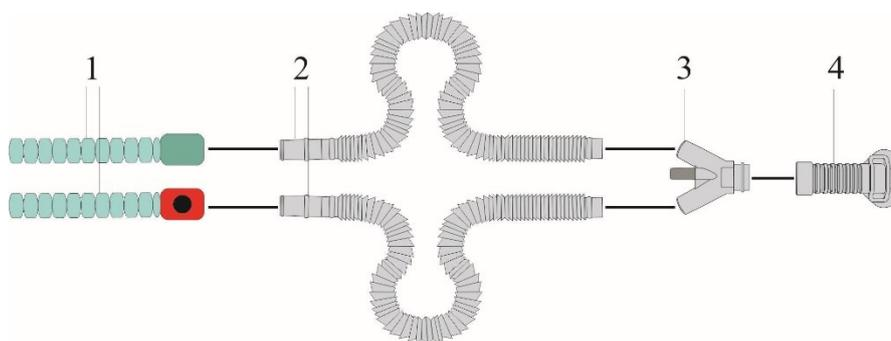

Fig. 110 : Raccord EasyFlow NCPAP
2. Écartez les deux flexibles découpleurs pour former un arc (Fig. 110).